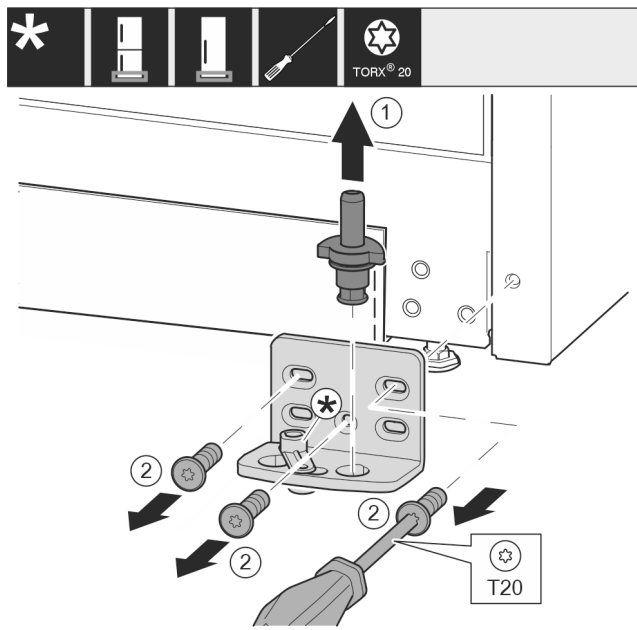

Fig. 10
- ▶ Extraer por completo el perno de apoyo hacia arriba. Fig. 10 (1)
- ▶ Desatornillar los tornillos con el destornillador T20 y retirar el soporte de apoyo. Fig. 10 (2)